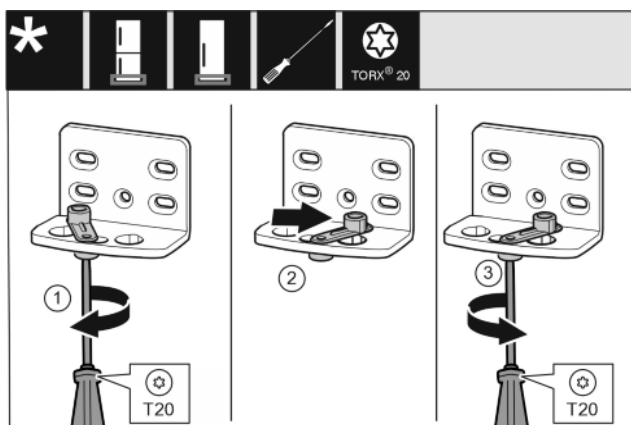

Fig. 14
- Visser la vis sans serrer avec un tournevis T20. Fig. 14 (1)
- Soulever le ressort de fermeture et le tourner de 90° à droite dans l'alésage. Fig. 14 (2)
- Serrer la vis avec un tournevis T20. Fig. 14 (3)